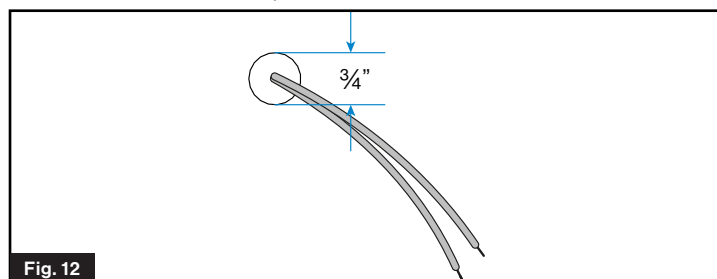
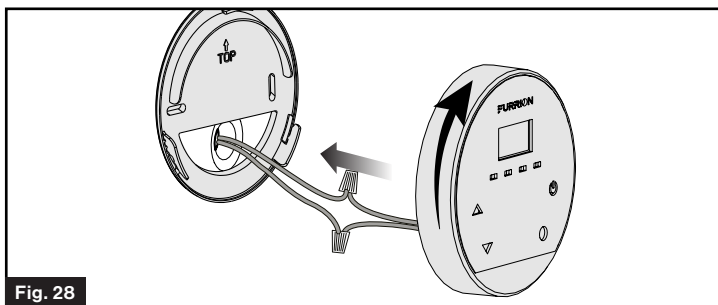

Fig. 12
Fig. 28
- Si nécessaire, passez deux fils électriques qui prolongent les connexions de la commande murale (fils bleus) aux connexions de l'appareil (fils bleus) en utilisant le calibre de fil approprié. (Fig. 12)
3. Branchez les deux fils bleus de la commande murale directement à l'appareil ou à l'aide des fils de rallonge murale mentionnés sur la Fig. 12. (Les fils de la commande murale sont bleus et la polarité n'a pas d'importance.) (Fig. 28)